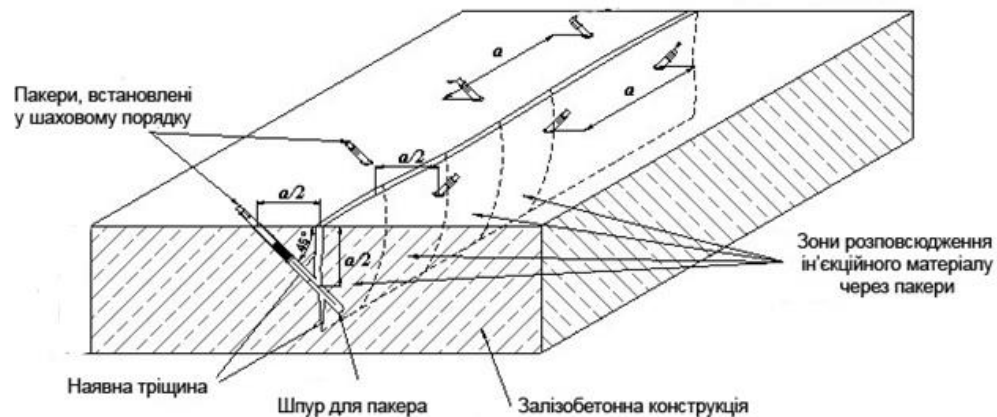

Рисунок 1 – Схема влаштування пакерів для ін'єктування
4. Пробурити вздовж штраби отвори для монтажу пакерів. Розміри отворів залежать від типу пакеру, крок між пакерами 25-38 см (рис.1).